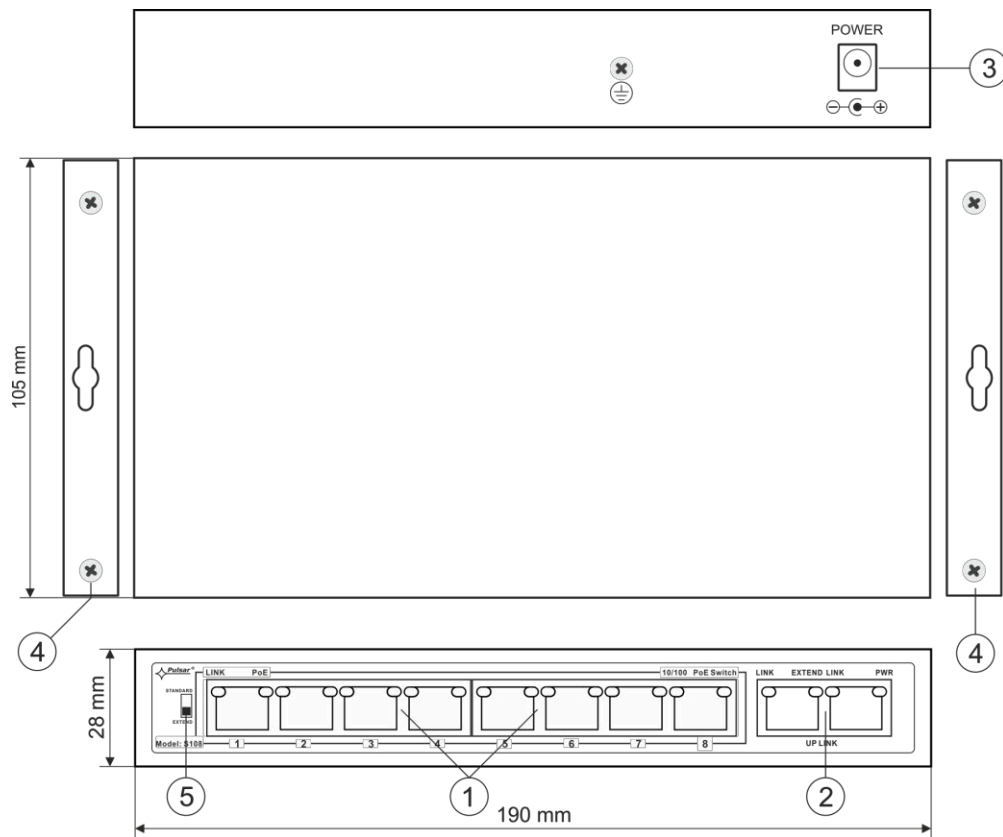

Fig. 2. Vue de l'interrupteur.
1.3 Description des composants et des connecteurs. Tableau 1. (Voir Fig. 2)
No. de composant (Fig. 2)	Description